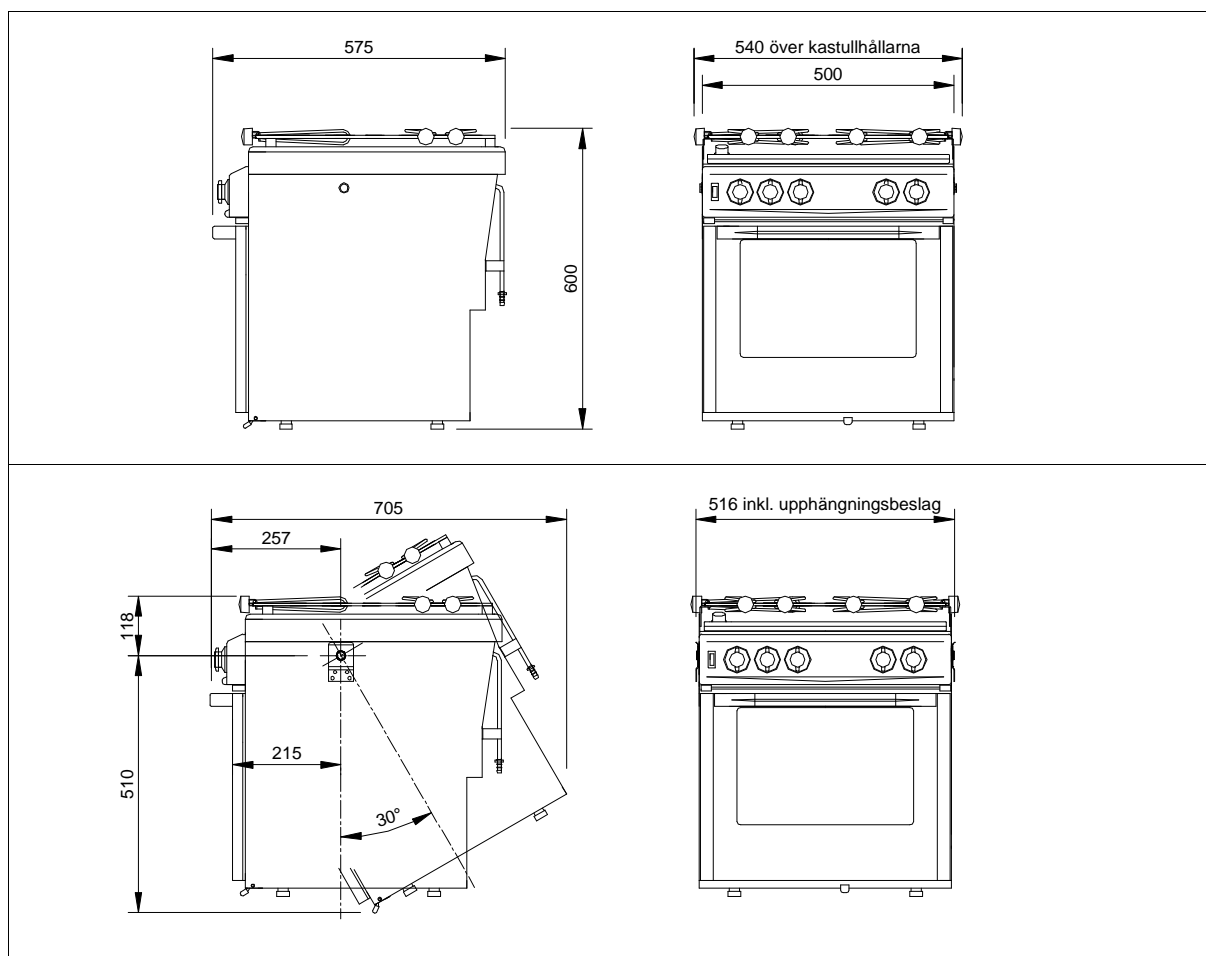

Fig. 1
- 2 - Montera dessa på sidokotten, håll tillräckligt avstånd till skottet bakom spisen så att spisen kan svänga fritt, se fig. 1